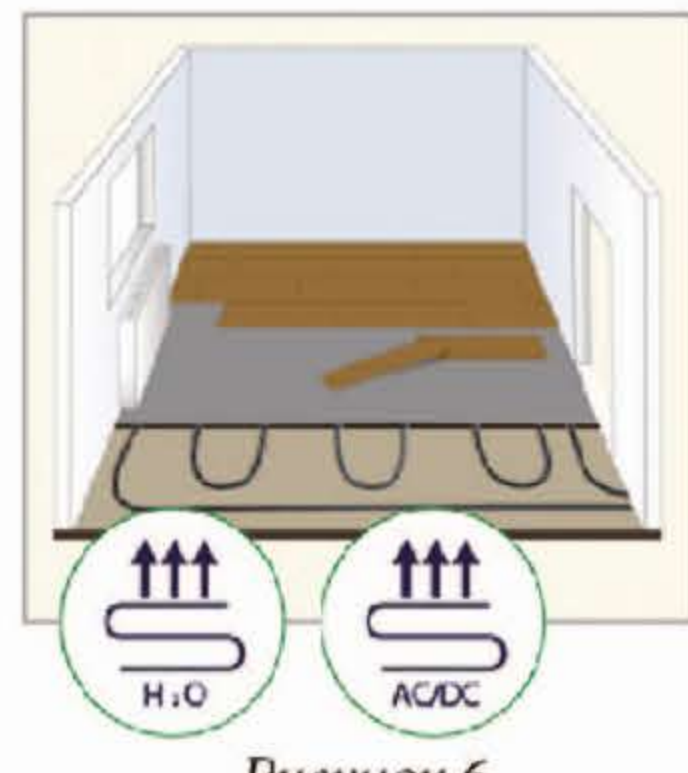

Рисунок 6
- температура нагрева основания должна повышаться постепенно, не более, чем на 1°C / час. Резкий нагрев SPC ламината может привести к нарушению замкового соединения и появлению щелей между панелями. (см. рис. 6)